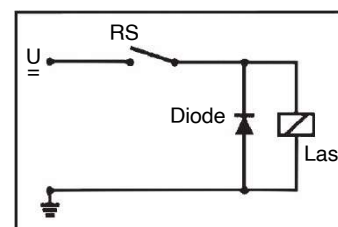

Bild 4: Schutz bei Gleichstrom und induktiver Last durch Freilaufdiode
Gleichstrom (DC): Freilaufdiode parallel zur Last schalten, siehe Bild 4.